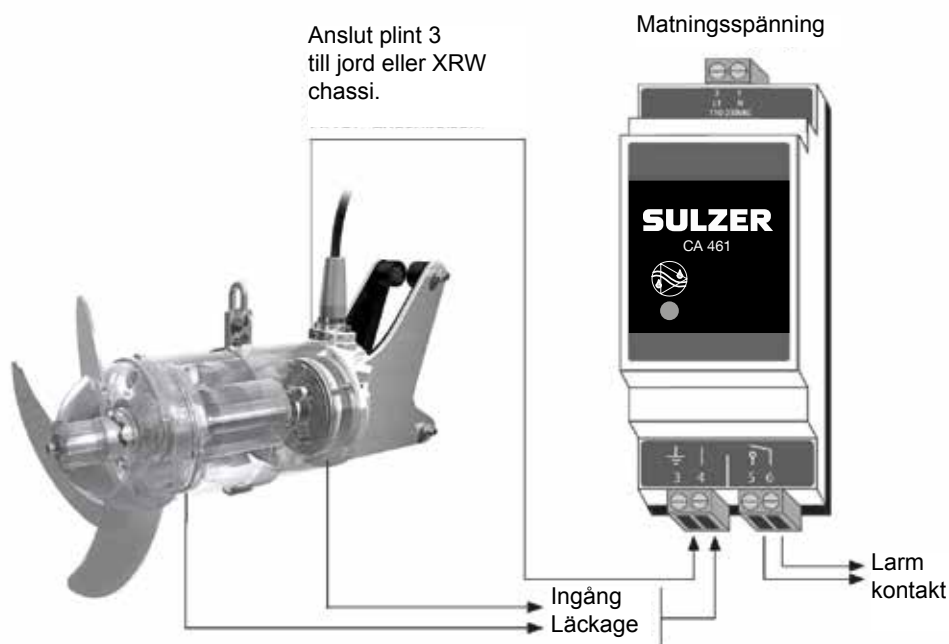

Bild 26: Förstärkare med relä för gemensam indikering
XRW 210, 300 och 900 har som standard läckagesensor (DI) i inspektions-, motorrummen och anslutningsutrymme (motor och anslutningsutrymme endast i Ex-utförande 50 Hz). Läckagesensor tar över tätningsövervakningen och indikerar via särskild elektronik om fukt tränger in i motorn. För att integrera tätningsövervakningen i pumpens kontrollpanel krävs en Sulzer-läckagesensor (DI) -komponent som ansluts enligt nedanstående kopplingschema (se Bild 26).